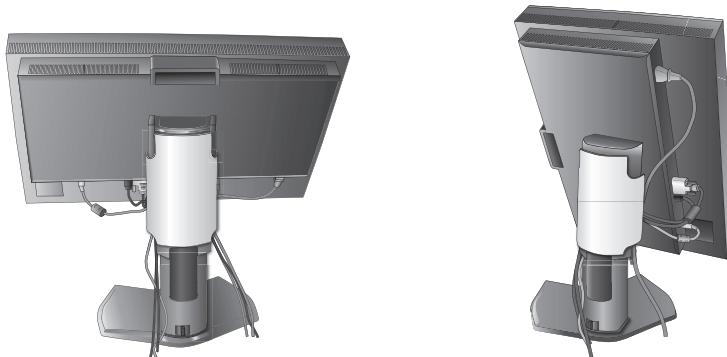

Рисунок D.1
- Сдвиньте вниз крышку кабеля (**Рисунок D.1**).